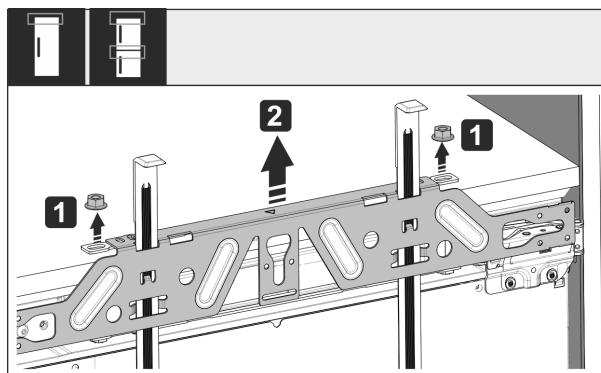

Fig. 54
- Разхлабете контрагайките Fig. 54 (1).
- Свалете гредата за закрепване Fig. 54 (2).